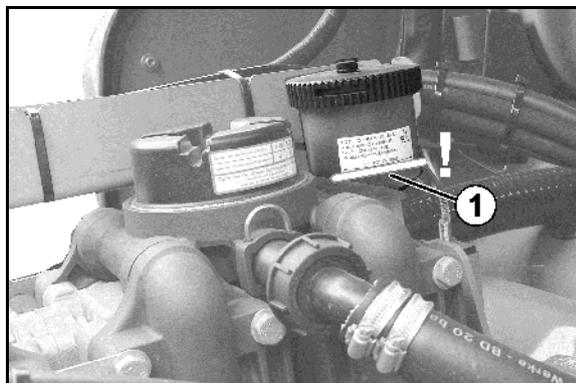

Fig. 200
2. Løsne skruen (Fig. 200/1).
3. Ta av ventillokket (Fig. 200/2).
4. Kontroller stempelmembranene (Fig. 200/4) og kileringen (Fig. 200/5).
1. Løsne skruen (Fig. 200/3) og ta av stempelmembranene (Fig. 200/4) sammen med holdeskiven fra stempelet.